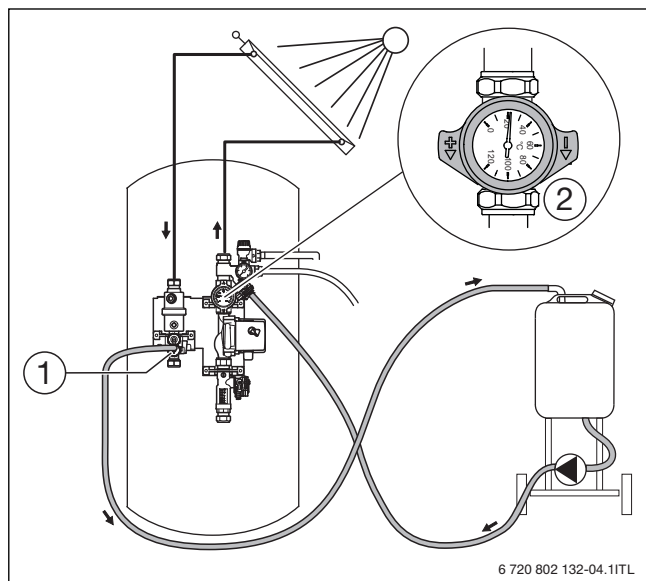

Bild 21 Befüllen oberhalb der Solarstation
- Befüllstation, wie in Bild 21 dargestellt, anschließen.